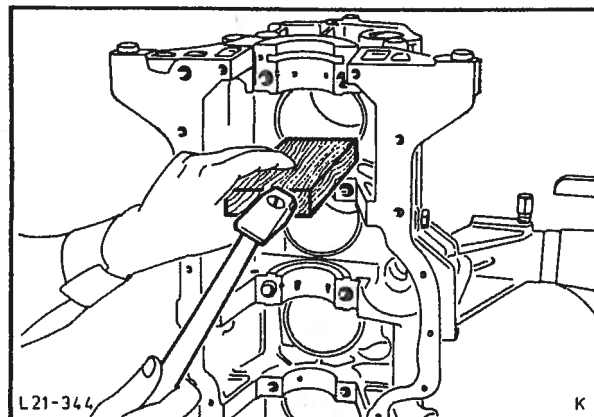

Fig. 89 Driv ut sylindervingen.
2. Driv ut sylindervingene fra veivhusets side med en passende hard trekloss, fig. 89.